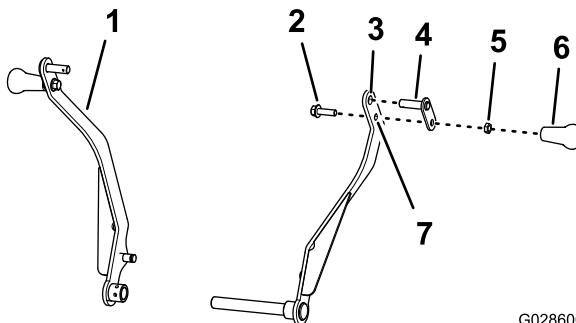

Figura 5
- Introduzca el pasador de giro a través del orificio superior en el brazo de sujeción (Figura 5).
- Monte el perno (3/8" x 1 1/4") a través del taladro inferior del brazo de sujeción y la pletina de retención del pasador de giro (Figura 5) con la
- Enrosque el pomo en el perno (3/8" x 1-1/4"), y apriete el pomo contra la contratuerca a mano (Figura 5).
- Repita los pasos 1 a 4 en el otro brazo de sujeción (Figura 5).